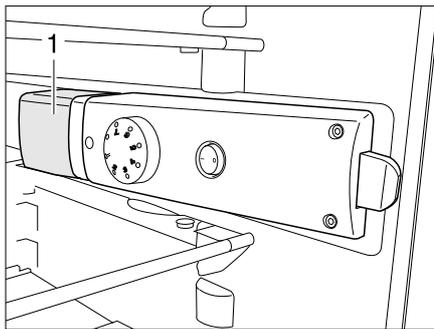

Bild 267 Kühlschrankleuchte
- Von hinten unter die Leuchtenabdeckung (Bild 267,1) fassen und Leuchtenabdeckung ca. 3 mm anheben.